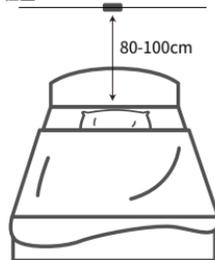

图 2-1
- 1.最佳位置:选择合适的安装位置,可以将产品安装在床头上方墙上。最佳安装距离在床板上方80-100cm左右位置,如图2-1、2-2所示: